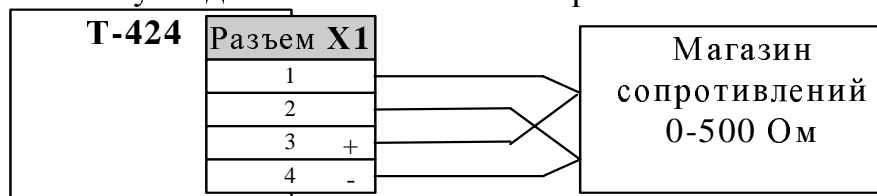

Рис. 8.1.5
- Собрать схему подключений согласно рис. 8.1.5.